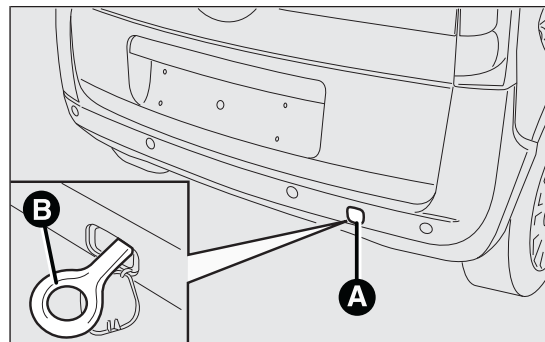
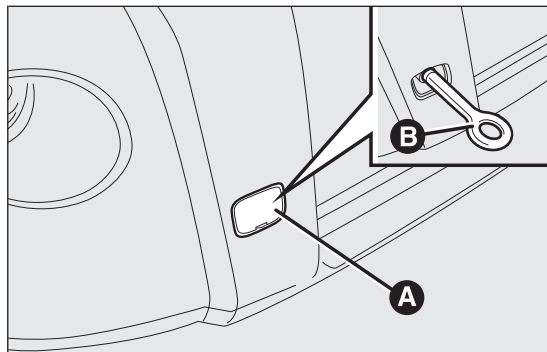

fig. 165
fig. 166
- ☐ desenganchar el tapón A fig. 165 fig. 166;
- ☐ extraer la argolla de remolque B fig. 165 fig. 166 de la bolsa de herramientas;